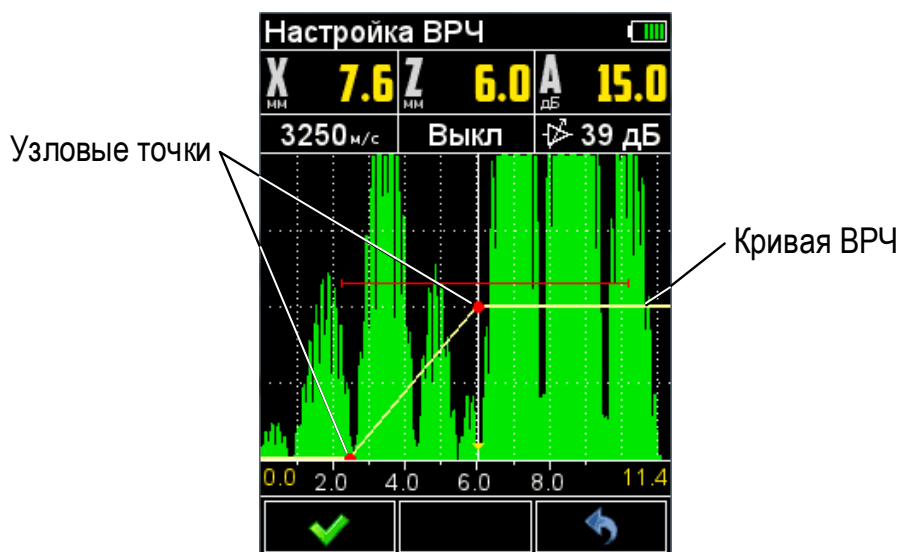

Рисунок 30
– повторить процедуру создания узловой точки для дальнего отражателя (рисунок 30). Откорректировать вертикальное положение точки, таким образом, чтобы амплитуды сигналов от ближнего и дальнего отражателей находились на красном уровне строба;